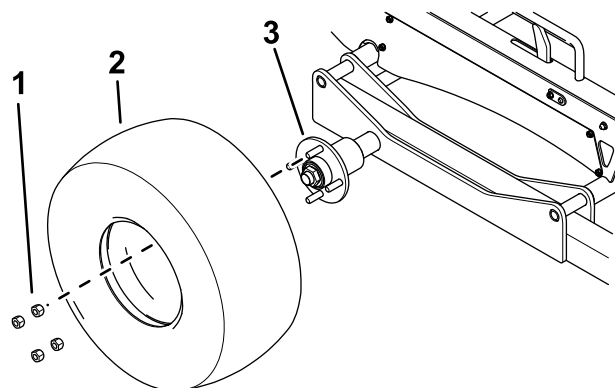

Figura 21
1. Montate un gruppo ruota su ogni mozzo dell'assale con 4 dadi ad alette (Figura 21).